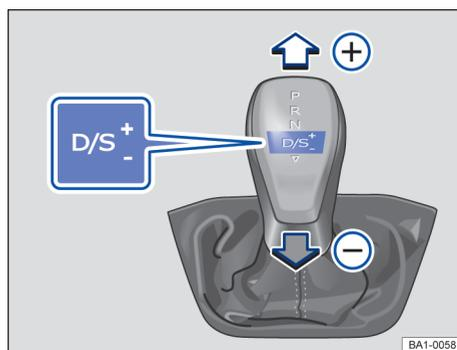

Fig. 93 Alavanca seletora na posição Tiptronic. ▶
- Mover a alavanca seletora para frente (+) ou para trás (-), para aumentar ou diminuir a marcha → Fig. 93.